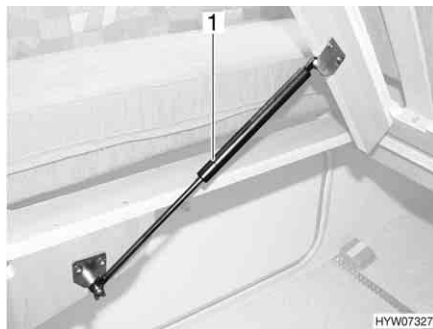

Bild 141 Fast säng
- Lyft ribbotten. Gasfjädrarna (Bild 141,1) håller kvar ribbotten i öppet läge.